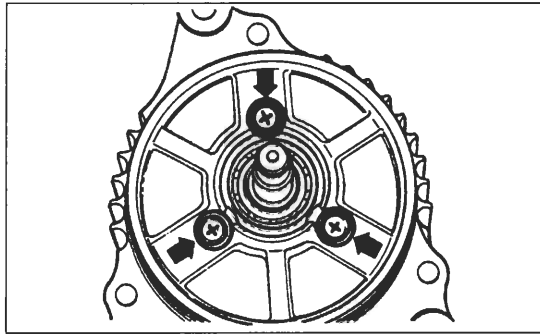

Bild 104
- Drei Halteschrauben des Lagers lösen, siehe Bild 104, und Deckel vom Gehäuse abnehmen.